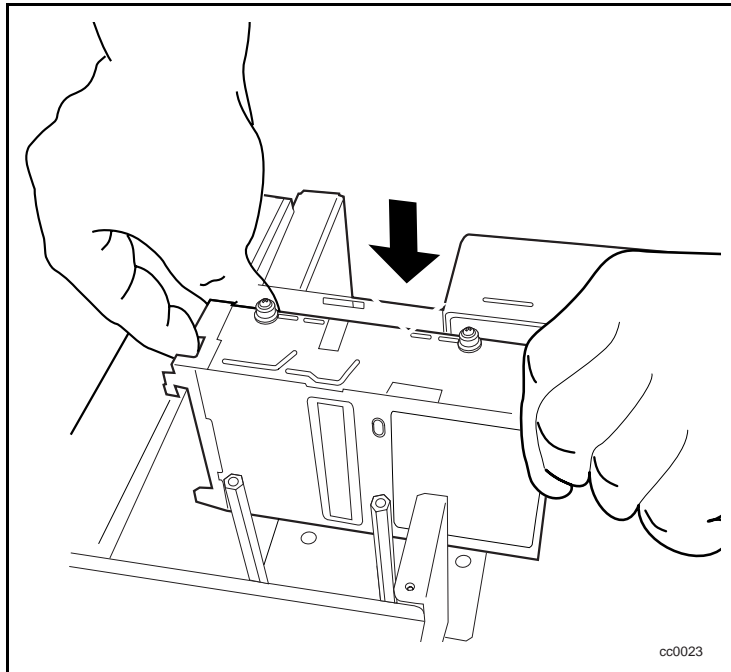

Abbildung 6. Einbau des neuen Laufwerks
2. Senken Sie das Laufwerk in das Chassis ab (siehe Abbildung 6).